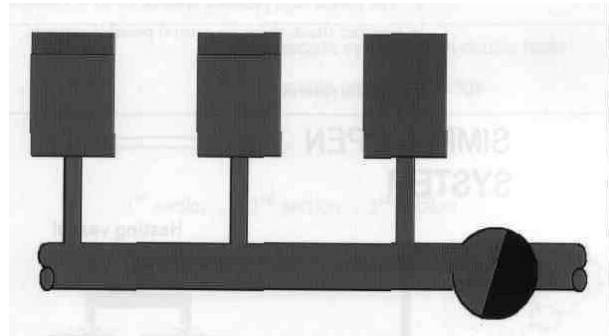

Рис.11.5. Групповое отделение конденсата
- в случае группового обезвоживания несколько нагревательных котлов обслуживаются одним конденсатным горшком (рис.11.5).